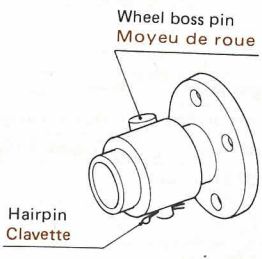

Fig. 7-5
- 3) Remove the hairpin of wheel boss. (See Fig. 7-5).
- 3) Déposer la clavette au moyeu de la roue (Voir Fig. 7-5)